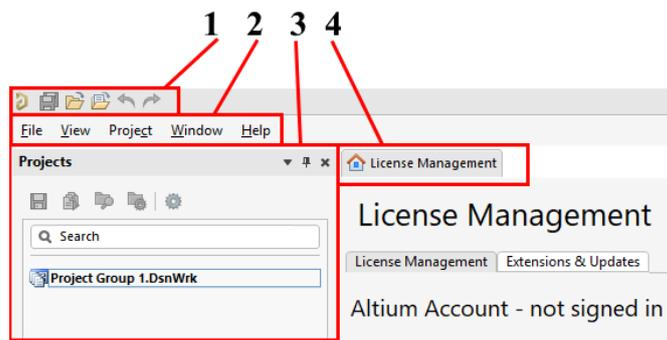

Рис. 2. Элементы интерфейса
Далее панель меню (2) со стандартным набором команд. В зависимости от текущих открытых документов, отображаемые на панели вкладок (4), панель меню может содержать дополнительные выпадающие меню и разделы в указанных на рисунке 2 и панель инструментов, применяемые для редактирования соответствующих документов. Ниже расположена информационная панель (3). И еще в правой части программы (7) (см. рисунок 2).
- закрепленная и постоянно видимая на экране (рисунок 2. Панель Projects). В этом случае панель отнимает часть рабочей зоны;